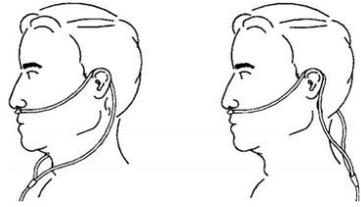
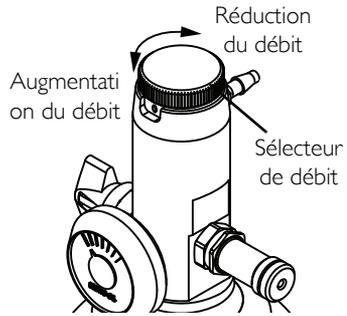

FIGURE 5.1 Positionnement de la canule
FIGURE 5.2 Réglage du débit
REMARQUE : Pour cette procédure, se reporter à la FIGURE 5.1 et FIGURE 5.2 à la page 48.
5. Placer la canule sur les oreilles et positionner ses embout dans les narines conformément aux instructions du fabricant de la canule ou du prestataire de soins médicaux. Se reporter à la FIGURE 5.1.
7. Tourner le sélecteur de débit jusqu'à ce que l'aiguille soit alignée sur le réglage prescrit (FIGURE 5.2).